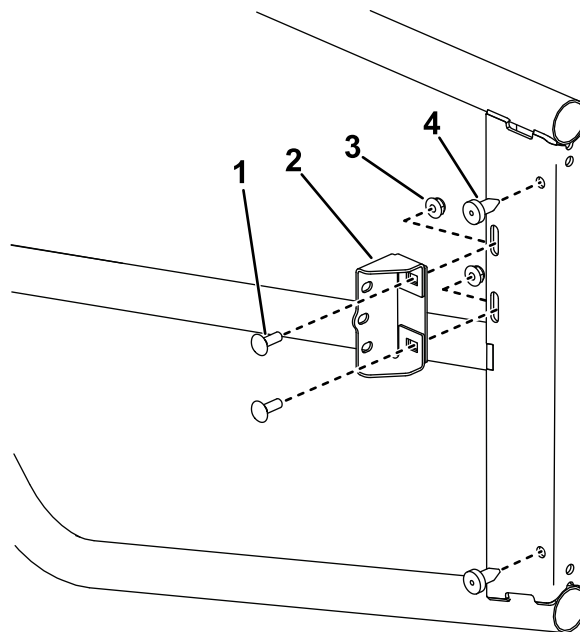

Figura 5
5. Montate 2 gommini di arresto all'interno del gruppo porta (Figura 5).
6. Montate le staffe di fermo della porta sul gruppo porta (Figura 5).